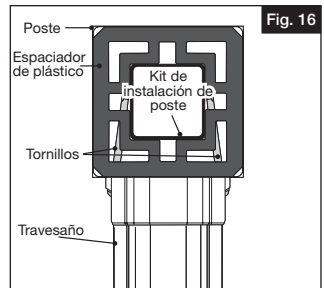

Fig. 16
- Mirando desde arriba, compruebe que los tornillos penetran en el poste de madera (o en el espaciador de plástico del kit de instalación del poste) (Fig. 16).